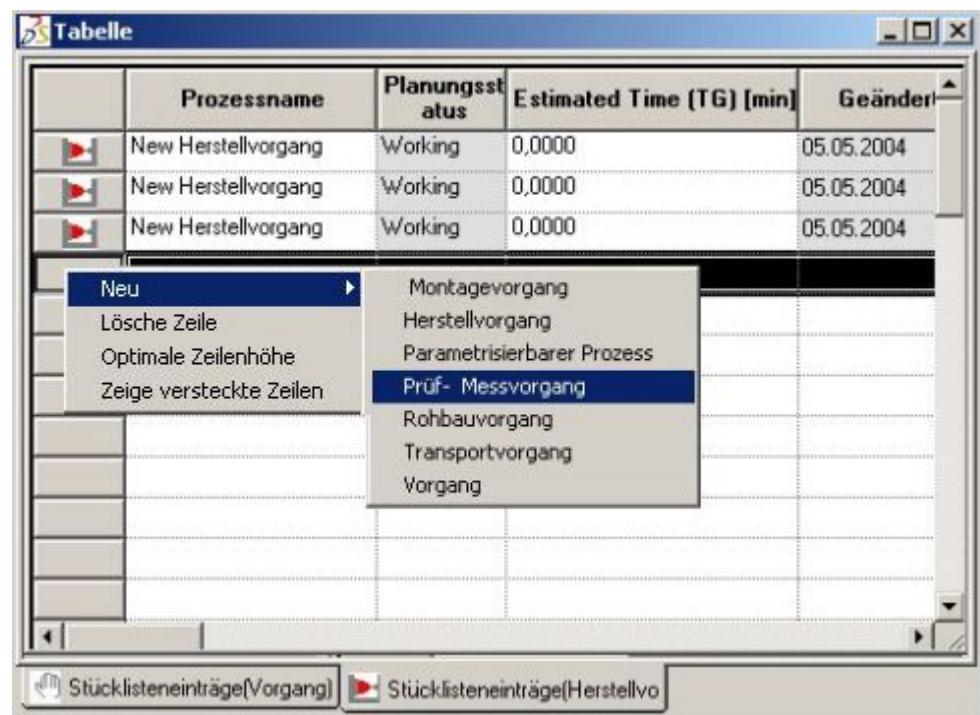

Abbildung 146: Neues Objekt erzeugen – mit konfigurierten Planungstypen
Siehe auch: Abbildung 146.
- ➔ Wählen Sie *Neu* und dann den entsprechenden Planungstypen aus. Im Bild ist es der Planungstyp *Prüf- und Messvorgang*. Das neue Objekt wird in der Tabelle sofort angezeigt. Siehe auch: Abbildung 146.